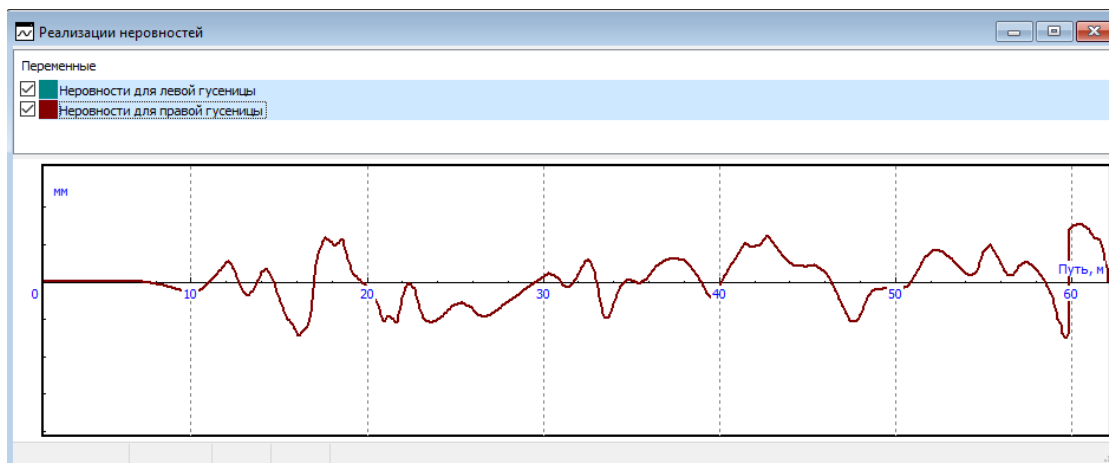
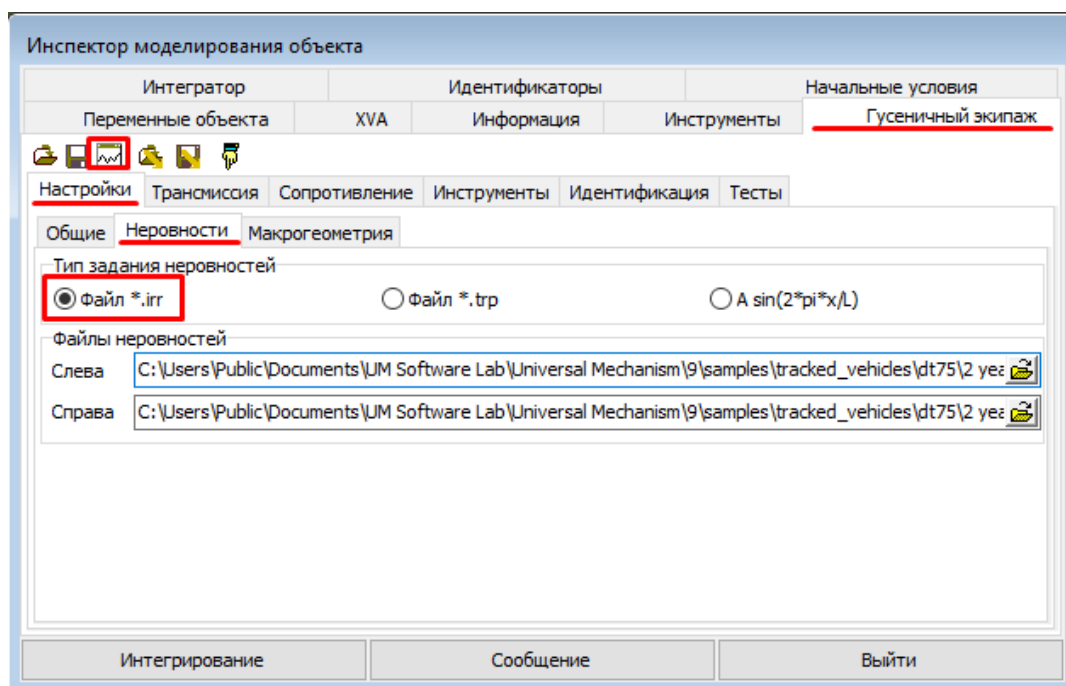

Рис. 12. Отображение неровностей
Рис. 13. Задание неровностей
4. Рассмотрим задание неровностей для левой и правой гусеницы (рис. 12). Профиль поверхности для каждой из гусениц задается на вкладке **Гусеничный экипаж | Настройки | Неровности** (рис. 13). В поле **Тип задания неровностей** выбрано **Файл*.irr**. Более подробное описание можно найти в Главе 18 в пп.18.3.4.1.2 "Задание неровностей". Для того чтобы отобразить неровности, нажмите кнопку **Показать неровности**  (см. рис. 13).